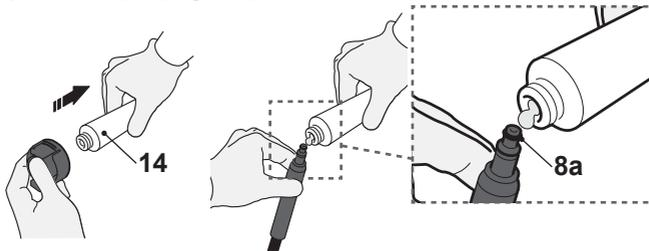

Fig. 36
Dévissez le bouchon du tube (14) et appliquez une goutte de lubrifiant sur le joint torique (8a) situé sur le connecteur du tuyau haute pression (8) (Fig. 36).